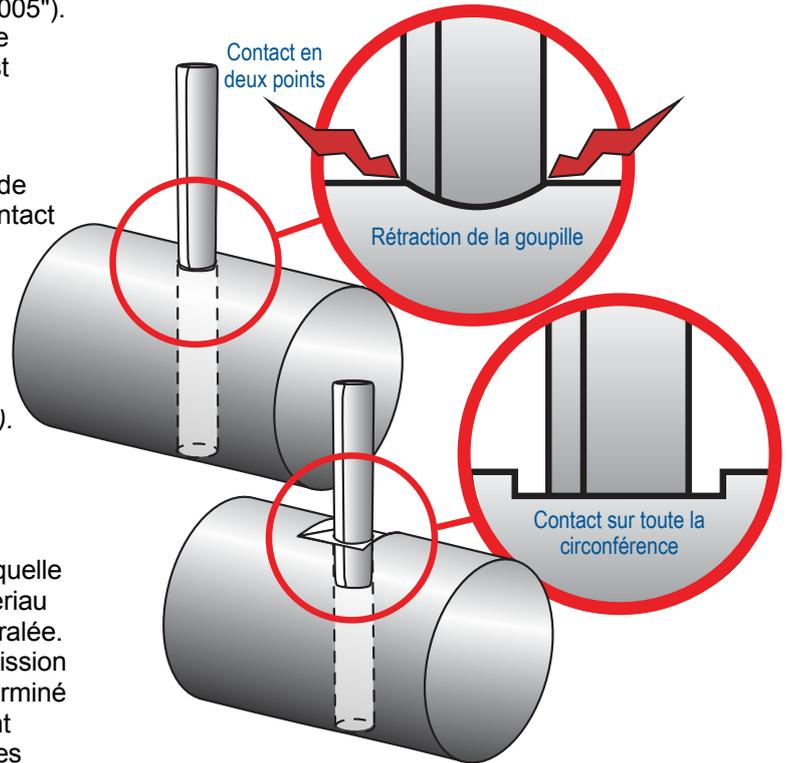

Figure 3
- La pose d'une goupille cylindrique dans un trou de la surface d'un objet cylindrique provoque un contact en deux points entre la goupille et le trou. Ceci concentre la force de compression uniquement sur deux points de la circonférence. Pour augmenter la surface de contact entre la périphérie du trou et la goupille, ainsi que pour faciliter la pose, une surface plane doit être créée sur la surface extérieure du trou (Figure 3).